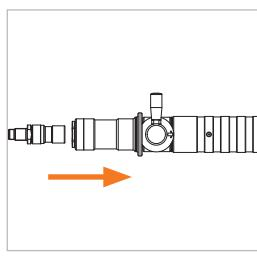

Figure 6
- ▶ Soulevez légèrement le flexible du nozzle de ravitaillement et retirez le nozzle de ravitaillement du réceptacle (*Figure 6*).